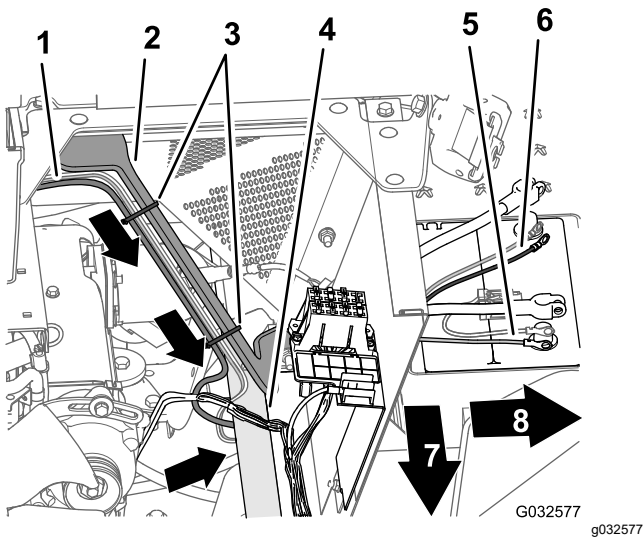

Figure 147
4. Fixez le faisceau dans le trou de l'angle du boîtier de siège et le support du carénage du moteur avec 3 attache-câbles (Figure 146 et Figure 147).
5. Acheminez le fusible de 10 A et les cosses à anneau positive et négative de la branche de 220 cm (865/8 po) du faisceau électrique du système de navigation au sommet de la batterie (Figure 147).